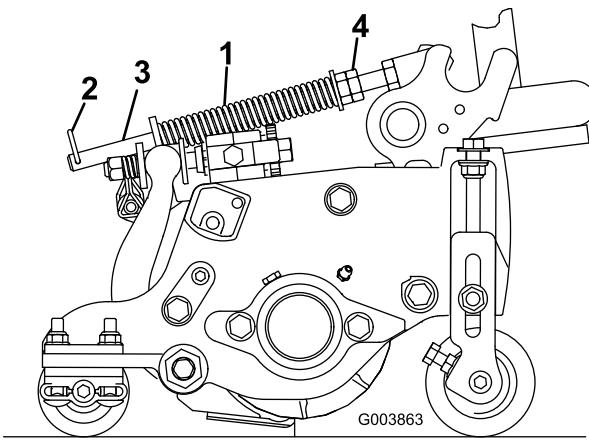

Bild 14
Die Rasenkompensierungsfeder (Bild 14) verlagert das Gewicht von der Front- zur Heckrolle. Dies reduziert ein Bobbing genanntes Wellenmuster auf der Rasenfläche.
1. Stellen Sie sicher, dass der Lastösenbolzen in das hintere Loch in der Federstange eingesetzt ist (Bild 14).
2. Ziehen Sie die Sechskantmuttern vorne an der Federstange an, bis die zusammengedrückte Länge der Feder am Reelmaster 5410 mit 12,5-cm-Schneideinheiten 12,7 cm oder am Reelmaster 5510 und mit 17,8-cm-Schneideinheiten 15,9 cm beträgt, siehe Bild 14.